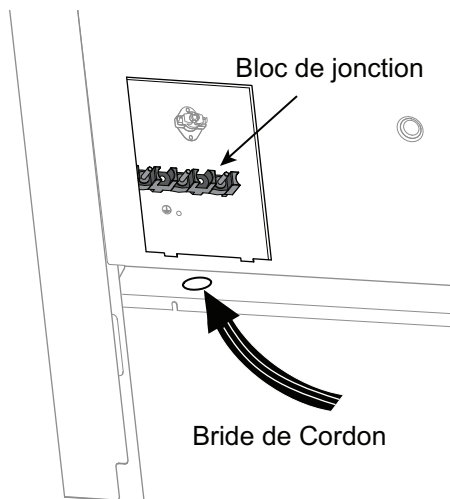

Figure 12 : Emplacement de la bride de cordon
1. Repérez le bloc de jonction à l'arrière de l'appareil et enlevez le couvercle (voir la *Figure 12*).
3. Installez une bride de cordon (non fournie avec la cuisinière) dans le trou de 1 po (25,4 mm) de diamètre situé sous le bloc de jonction, dans le panneau arrière (voir *Figure 12*). Faites passer les fils par la bride de cordon.